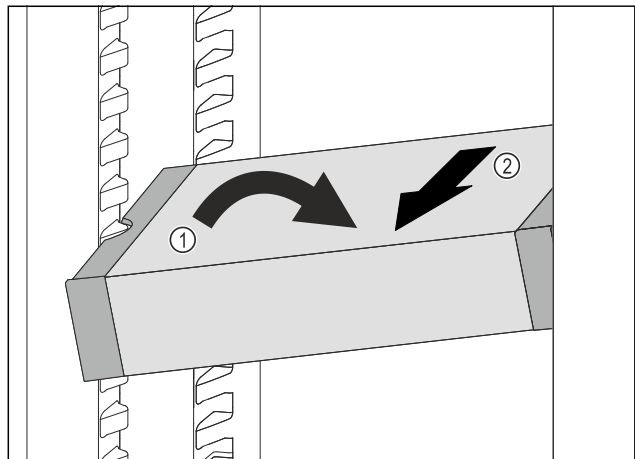

Fig. 129
- ▶ Расположите VarioSafe в холодильном отделении под наклоном. Fig. 129 (1)
- ▶ Извлеките VarioSafe движением вперед. Fig. 129 (2)